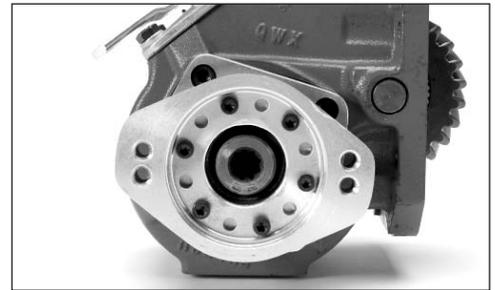

Fig. 6
10. Installare per prima cosa la flangia della pompa come mostrato in **fig. 6**. Con la presa di forza sul banco, spostare il coperchio rivolto verso di sé e il carter della presa di forza verso il basso; la flangia dovrebbe trovarsi sulla destra. Orientare la flangia della pompa nella posizione delle ore 3:30 – 9:30. Installare le 6 viti a esagono incassato (378446-4) e serrarle a una coppia di 11 - 16 N.m [8 - 12 lb-ft].